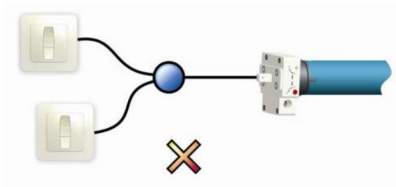
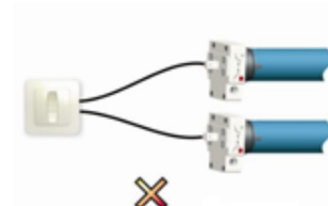

Fig. 3
Fig. 4
- No Conectar el Operador Tubular a dos Apagadores Ver (Fig. 3) o dos Operadores Tubulares a un Apagador. Ver (Fig. 4).